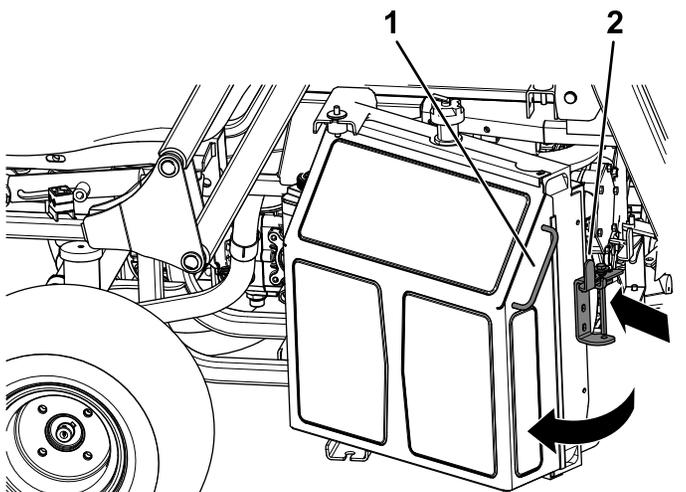

図 58
1. ラジエターのラッチを内側ラジエター側に押す(図58)。
2. ラジエター側面についている取っ手でラジエターを開くと、エンジンにアクセスできるようになる(図58)。